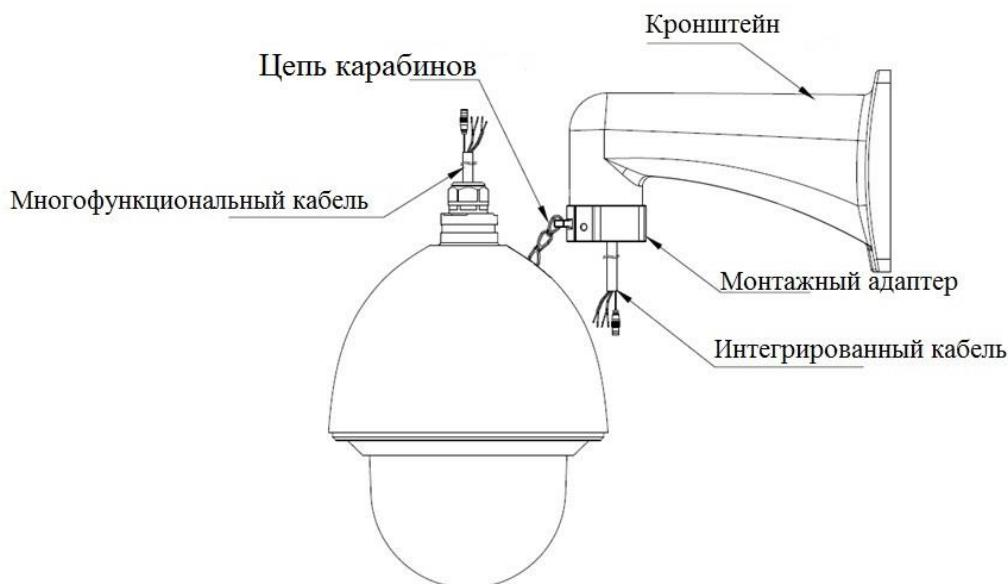

Рисунок 4
4.5 Присоедините цепь карабинов с одной стороны к монтажному адаптеру, с другой стороны к крышке видеокамеры Соедините контакты интегрированного кабеля кронштейна с соответствующими контактами многофункционального кабеля видеокамеры. Изолируйте лентой место соединения, чтобы обеспечить водонепроницаемость (рис.4). В многофункциональном кабеле, помимо сетевого кабеля с разъемом RJ45, располагается еще группа сухих контактов, группа звуковых интерфейсов, группа питания и RS-485. Эти группы помечены ярлыками. Функциональное значение цветовой маркировки проводов указано на каждом ярлыке. Описание функциональных значенийсмотрите в таблице 1.